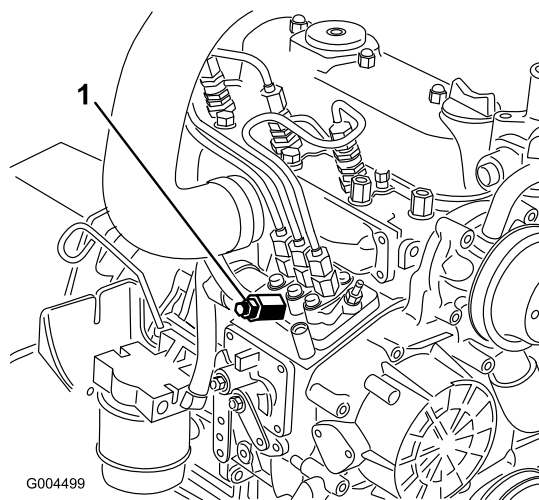

Bild 47
3. Legen Sie einen Lappen unter die Entlüftungsschraube an der Kraftstoffeinspritzpumpe und öffnen Sie sie (Bild 47).